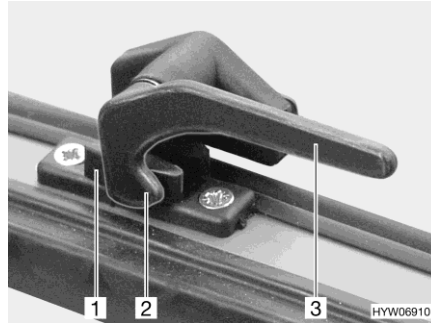

Fig. 56 Palanca de bloqueo en la posición "cerrada"
- Girar la palanca de bloqueo (Fig. 56,3) un cuarto de vuelta hacia la mitad de la ventana.
- Girar la palanca de bloqueo (Fig. 56,3) un cuarto de vuelta hacia el marco de la ventana. El saliente de bloqueo (Fig. 56,2) se encuentra en la cara interior del bloqueo de la ventana (Fig. 56,1).
- En la posición "cerrada fijamente" (Fig. 56)